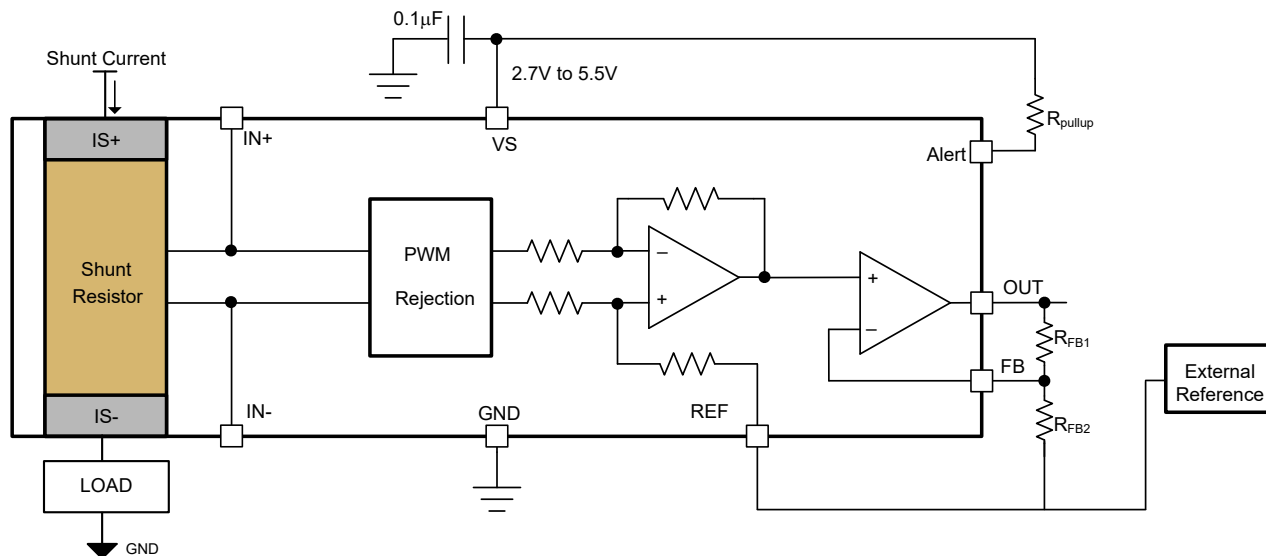

図 6-8. 外部抵抗分割器による調整可能なゲイン設定
INA750x は、2 つの外付け抵抗ネットワークでゲインを調整可能です。デフォルトのゲインは 40mV/A であり、外付けの可変ゲイン抵抗ネットワークを追加することで、総ゲイン (G) は最大 800mV/A の範囲に対応できます。図 6-8 に、外付けゲインを追加するように構成された 2 つの外付け抵抗 R_{FB1} および R_{FB2} を示します。式 2 は外部可変ゲインの計算に使用でき、式 3 は外付け可変ゲインでのシステムの合計ゲインを示します。リファレンスピンによる出力の調整に示すように、REF ピンと抵抗 R_{FB2} の一方の端は、OUT ピンで必要な電圧に基づいて、外部リファレンスに接続されています。